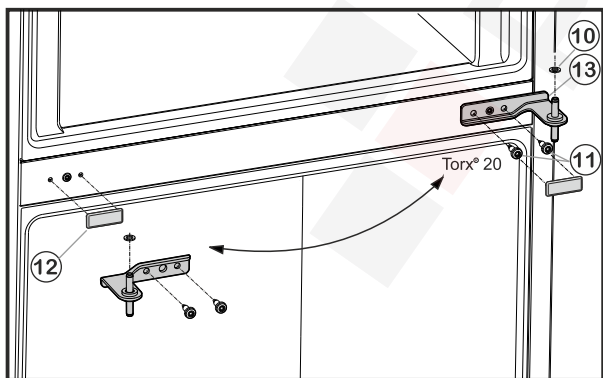

Fig. 6
- ▶ Tekerje ki a rögzítőcsavarokat Fig. 6 (11) (2 db Torx® 20), és húzza ki a középső csapágybakot az alsó ajtóból.
- ▶ Vegye le a műanyag alátétet Fig. 6 (10).
- ▶ Óvatosan húzza le a fedelet Fig. 6 (12).
- ▶ A fedelet Fig. 6 (12) az ellenkező oldalon szerelje vissza.
- ▶ A középső csapágybakot Fig. 6 (13) 180°-kal elfordítva csavarozza be az alsó ajtóba rögzítőcsavarokkal Fig. 6 (11) (2 db Torx® 25) **erősen (4 Nm-es nyomatékkal)** az új csuklópánt oldalára.
- ▶ Helyezze vissza a műanyag alátéteket Fig. 6 (10).
- ▶ A felső ajtót helyezze a középső csapágybakra Fig. 6 (13).